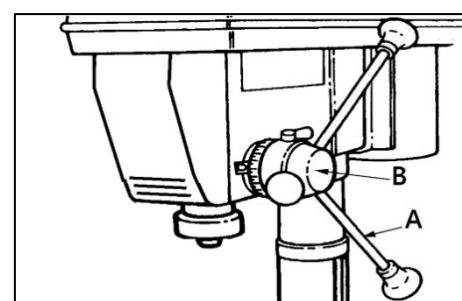

Рисунок 8.
Прикрутите три ручки (A) (рис. 8) в резьбовые отверстия на механизме подачи (B).